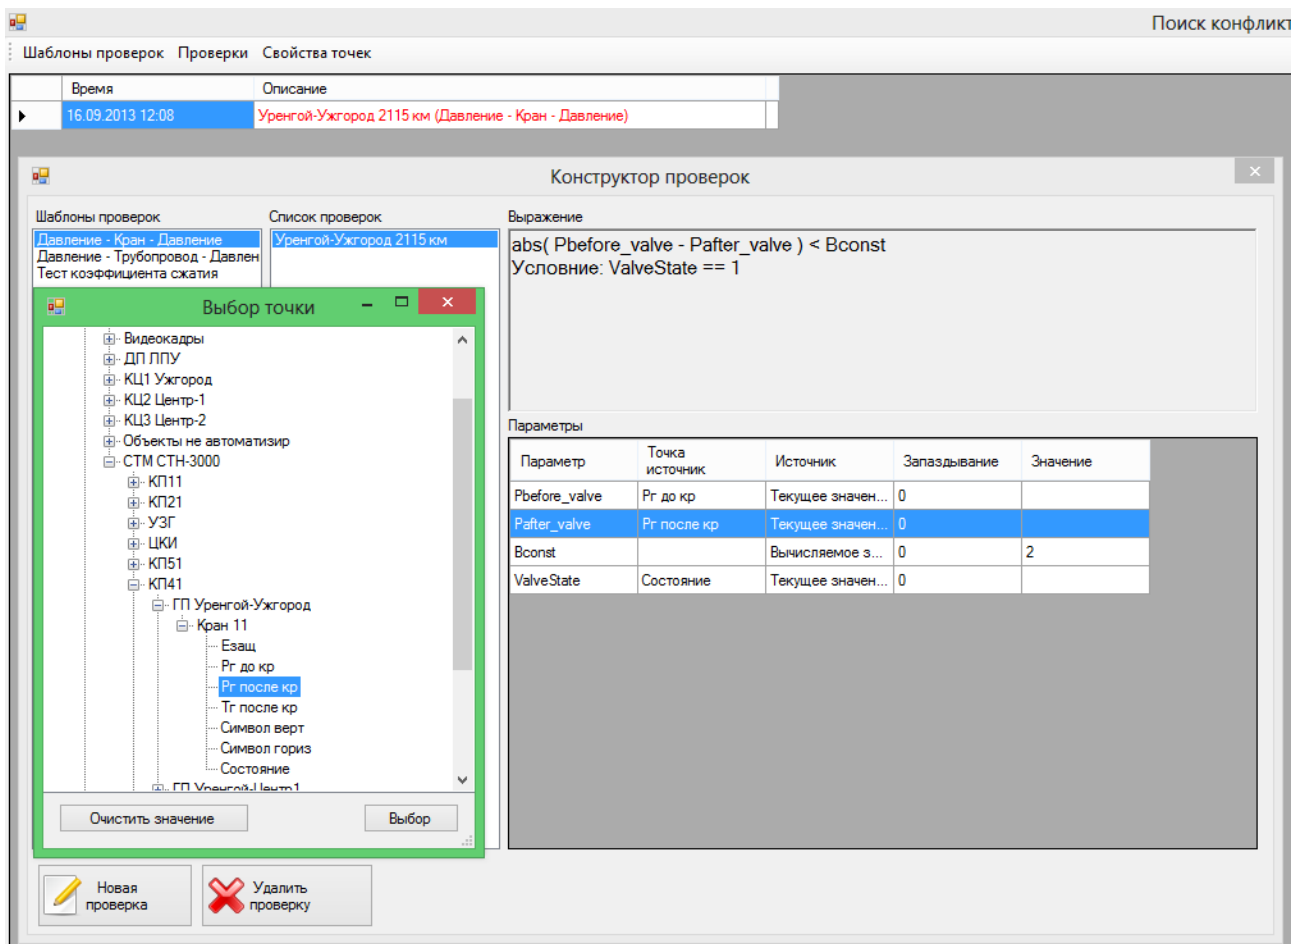

Рис. 1 – Конструктор проверок
**Конструктор проверок** позволяет задать допустимые соотношения между параметрами при выполнении ограничивающих условий. Например, разность давлений до и после крана должна быть не более двух абсолютных погрешностей датчиков - при условии открытого крана. При закрытом кране проверка не производится. Конструктор работает на основе шаблонов. Шаблон проверки создается один раз (например, шаблон давление – кран – давление), а сами проверки представляют собой экземпляры шаблона с заданными конкретными параметрами. Проверки на основе шаблона могут конфигурироваться как вручную, так и автоматически на основе анализа нормативно-справочной информации БД реального времени. Пример окна конструктора проверок приведен на Рис. 1.